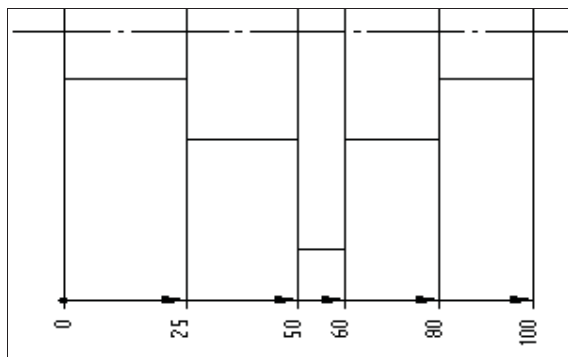

Рис. 12.21. Построение группы линейных размеров с общей размерной линией
- ◆ далее задавайте ЛК мыши положение следующих точек привязки размерных линий — система автоматически строит размерную цепь (рис. 12.21);